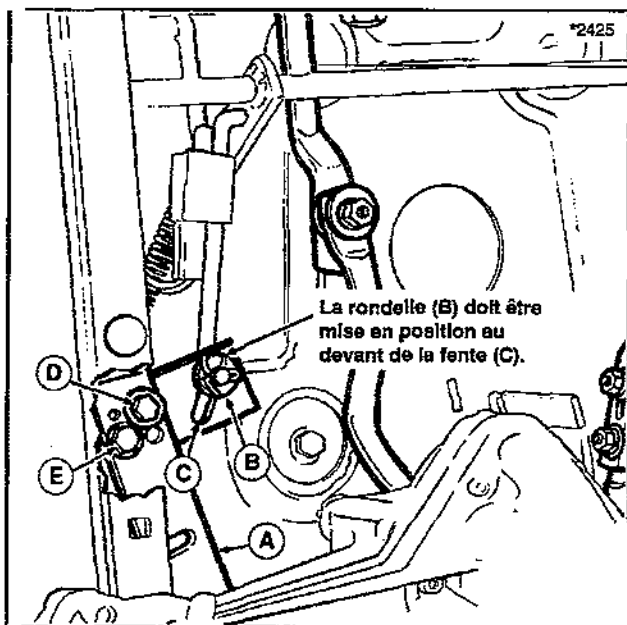

Figure 30 - Réglage de la poulie tendeur
Si un réglage est nécessaire, arrêter le moteur et libérer le frein à main. Inspecter la plaque de la poulie tendeur (A, figure 30) pour vririger la position. Avec la pédale d'embrayage-frein relâchée, le bord avant de la rondelle (B) doit être aligné avec le bord avant de la rainure (C) (voir figure 30). Cela va permettre d'assurer un desembrayage correct de la wurroie d'entraînement lorsque la pédale d'embrayage-frein est enclenchée.